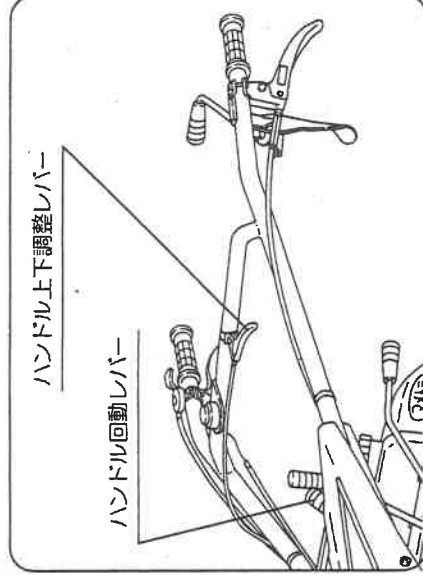

図22
- ① ハンドル左右の調整は、ハンドル回転レバーを下方向に押し、ハンドルを少し持ち上げると楽に動く。左右方向に移動してください。(図22)
- ② ハンドル上下調節レバーを握りますとハンドルの高さを作業及び身長に合った位置でご利用ください。